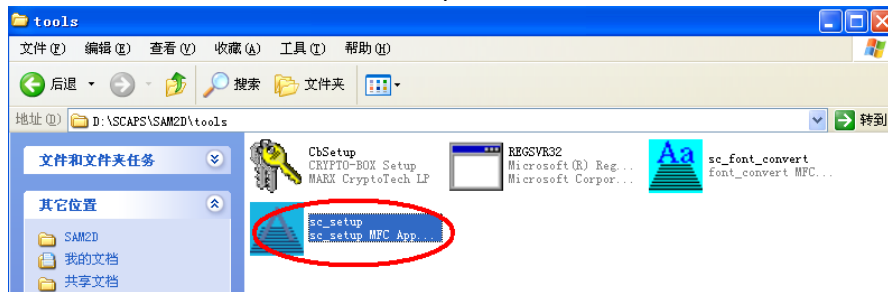

图 13
1) 打开 scaps 安装目录下面的 tools 文件夹, 找到 sc_setup.exe 文件, 双击打开(图 13)